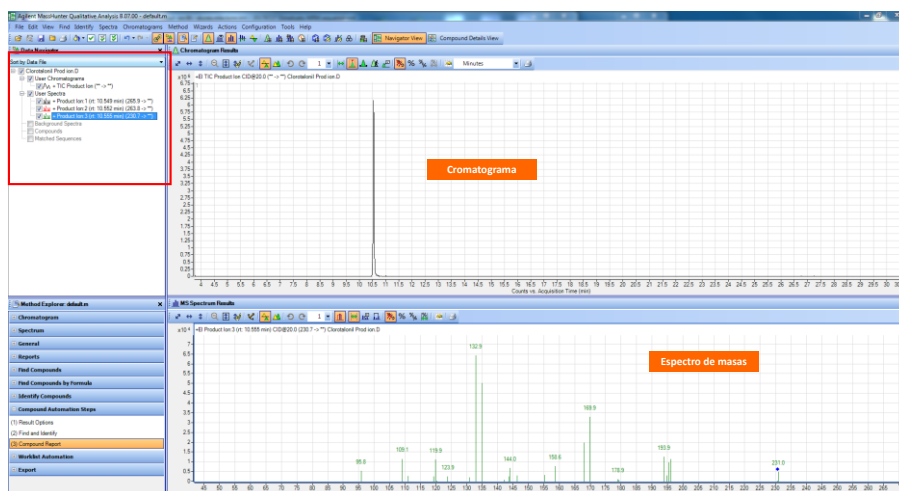

Figura 46. Panel del *Data Navigator* del software *Qualitative Analysis*.
8.9.4. El panel del *Data navigator* muestra los *Data files* que son abiertos dentro del *Qualitative Analysis* software. El usuario puede seleccionar la información del cromatograma que desea observar en el panel del *Chromatogram Window*. Así, información asociada a ese *data File* como el cromatograma de la corriente iónica total reconstruida o TIC, pueden ser seleccionadas o deseleccionadas en las casillas de *checkbox*, véase Figura 46.